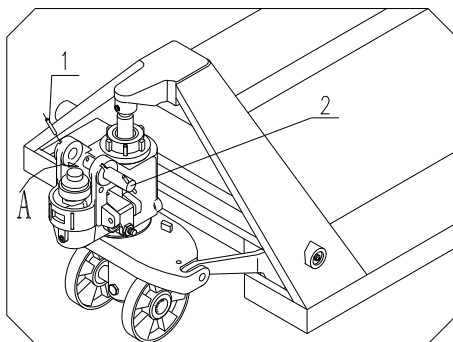

Рис.1
- 3.1 См. Рис. 1. Пружинный штифт (1) демонтируется от Поворотного шкворня (2) перед извлечением Поворотного шкворня (2).